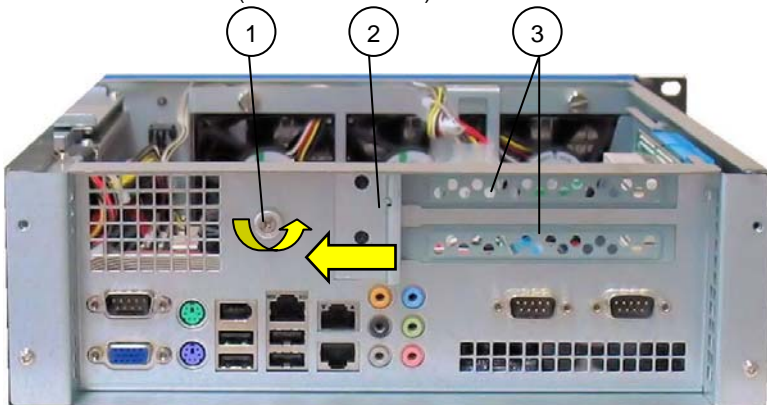

Abb. 16: Detail: Rückseite mit geschlossenem Schieber (für Zusatzkartenbefestigung)
6. Lockern (1/2 Drehung nach links) Sie die Rändelschraube (Abb. 16, Pos. 1) um den Schieber (Abb. 16, Pos. 2) zu entriegeln (Schiebemechanismus für die Befestigung der Slot-Blenden bzw. der Karten-Slot-Blenden).
11. Verriegeln Sie den Schieber in der geschlossenen Position und ziehen Sie die Rändelschraube (Abb. 16, Pos. 1) fest an.